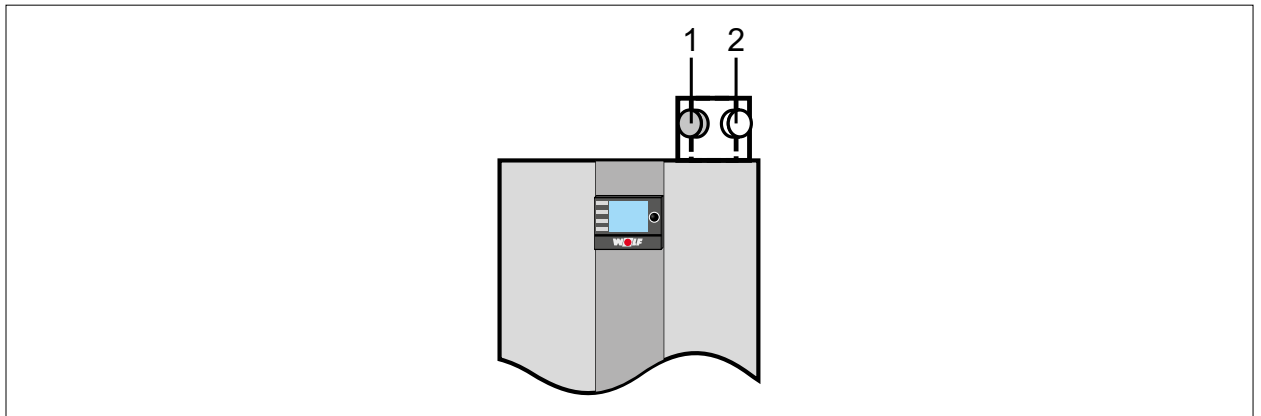

Abb. 6.5 Geräteanschluss mit Abgas-Messöffnung
- Kappe von rechter Messöffnung (Abb. 6.5) entfernen.
- ▶ Bei Bedarf CO₂-Wert gemäß Tab. 6.4 mit der Gasdurchflussschraube (2) korrigieren.
- ▶ Kappe von rechter Messöffnung (Abb. 6.5) entfernen.